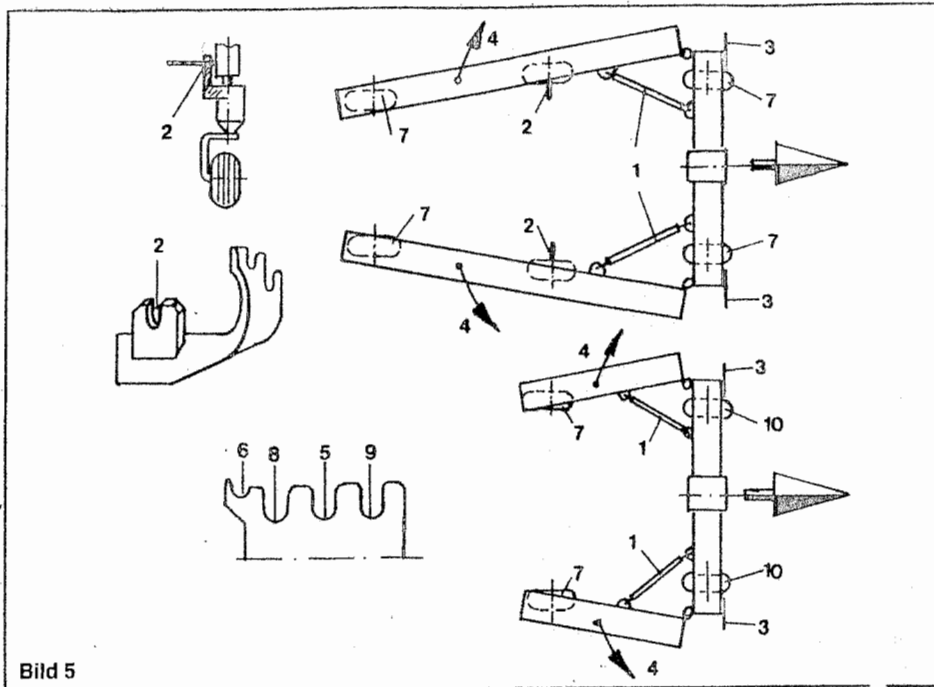

Bild 5
1. Transportstangen(Bild 5,Pos.1) lösen und am mittleren Rahmen einhängen und sichern.
3. Beide Rahmenhälften(Bild 5,Pos.4) nach vorne schwenken und mit den Hebeln(Bild 5, Pos.3) verriegeln und sichern. Vor Einrasten der Kupplungsklaue in die Kupplung auf die Stellung achten.
4. Rastenhebel an den Rädern(Bild 5, Pos.2) in Normalstellung(Bild 5, Pos.5) verstellen.(Weitere Hinweise für andere Stellungen siehe Abschnitt ARBEITSWEISE).
1. Desserrer les barres de transport(Fig.5,rep.1) les accrocher à la partie centrale du cadre et les bloquer.
3. Faire pivoter les deux moitiés de cadre(Fig.5, rep.4) vers l'avant. Les verrouiller et les bloquer au moyen des leviers(Fig. 5, rep. 3). Avant de verrouiller le manchon de jonction dans le raccord, vérifiez-en la position.
4. Régler les leviers d'enclenchement des roues(Fig.5,rep.2) en position normale (Fig.5,rep.5). (Pour plus de détails pour les autres positions, voir le paragraphe FONCTIONNEMENT).
1. Release the transport bars(Fig. 5,item 1), fasten them at the central frame section and lock them.
3. Pivot the two half-sections of the frame(Fig.5, item 4) forward and lock them by means of the levers(Fig. 5, item 3). Secure them. Before locking-in the clutch dog into the clutch, pay attention to the correct position.
4. Adjust the locking levers at the wheels(Fig. 5, item 2) to normal position(Fig. 5, item 5). (For further instructions concerning different position, refer to section METHOD OF OPERATION).
1. Transportstangen(afb. 5, pos.1) losmaken en in het middelste gedeelte van het raam inhangen en borgen.
3. Beide gedeelten van het raam(afb.5, pos. 4) naar voren zwenken en met de hefboomen(afb.5, pos.3) vergrendelen en vastzetten. Voor het invangen van de koppelklaus in de koppeling op de positie letten.
4. De arreteerhefboomen aan de wielen (afb.5, pos.2) in normaalstand brengen(afb.5, pos.5). (Voor verdere aanwijzingen voor andere standen zie hoofdstuk "Werkwijze").
1. Lossa transportstagen (bild 5 pos 1), häng upp och lås fast dem på mittre ramdelen.
3. Sväng de båda ramdelarna (bild 5 pos 4) framåt. Lås med spärrarna (bild 5 pos 3). Kontrollera klokopplingens läge inna kopplingen kopplas in.
4. Ställ hjulens låsarmar (bild 5 pos 2) i normalläge (bild 5 pos 5). (Anvisningar för andra inställningar ges under FUNKTION).
1. Staccare le aste di trasporto (fig.5, pos.1) e agganciare nel telaio centrale e mettere lo spinotto di sicura.
3. Girare in avanti (fig.5, pos.4) i due portagiranti esterni e sicurarle con le due leve (fig. 5, pos.3). Attenzione alla posizione corretta dei giranti.
4. leva di preselezione alle ruote (fig.5, pos.2) mettere in posizione normale (fig.5, pos.5). (Indicazioni per altri posizioni vedere tavola FUNZIONAMENTO).
2. Rastenhebel an den Rädern (Bild 5, Pos.7) in Transportstellung (Bild 5, Pos.6) verstellen.
3. Rastenhebel an den Rädern (Bild 5, Pos.2) in Rastwinkel Pos.2 verstellen (nur TH 700).
4. Rastenhebel an den Rädern (Bild 5, Pos.10) in Normalstellung (Bild 5, Pos.5) verstellen.
5. Äußere Rahmenteile (Bild 5, Pos.4) nach rückwärts schwenken und mit Transportstangen (Bild 5, Pos.1) einhängen und sichern.
2. Régler les leviers d'enclenchement des roues (Fig. 5, rep. 7) en position de transport (Fig.5, rep.6).
3. Régler les leviers d'enclenchement des roues (Fig. 5, rep.2) de façon à former un angle favorable à l'enclenchement (rep.2). (Seulement pour TH 700).
4. Régler les leviers d'enclenchement des roues (Fig.5, rep.2) en position normale (Fig.5, rep.5).
5. Faire pivoter les parties extérieures du cadre (Fig.5, rep.4) vers l'arrière les accrocher et les bloquer au moyen des barres de transport (Fig.5, rep.1).
2. Set the locking levers at the wheels (Fig.5, item7) into the transport position (fig.5, item6).
3. Set the locking levers at the wheels (Fig.5, item2) to the locking angle as per item 2 (only TH 700).
4. Set the locking levers at the wheels (Fig. 5, item 10) into normal position (Fig.5, item5).
5. Pivot outer frame sections (Fig.5, item4) back and fasten them by means of the transport bars (Fig.5, item1); secure them.